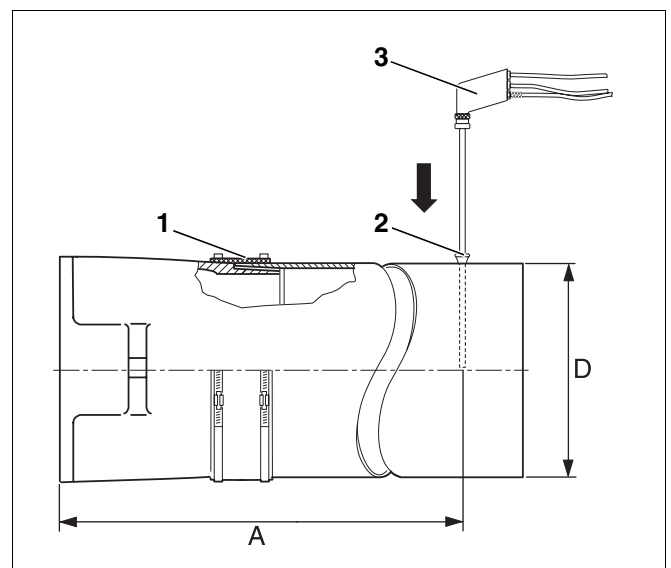

Abb. 17 Messwerte aufnehmen
Die Messungen erfolgen grundsätzlich im Abgasrohr. Die Messöffnung (Muffe; Abb. 17, **Pos. 2**) sollte im Abstand „A“ (ca. $2 \times$ Durchmesser Abgasrohr „D“) vom Abgasstutzen angebracht werden (Abb. 17). Wenn die Abgasanlage unmittelbar nach dem Heizkessel mit einem Bogen angeschlossen ist, muss vor dem Bogen gemessen werden.
Wir empfehlen Ihnen eine Abgasrohr-Abdichtmanschette (Abb. 17, **Pos. 1**) zu verwenden.
- Messsonde (Abb. 17, **Pos. 3**) bis in den Kernstrom (Mitte Abgasrohr) des Abgases eintauchen (höchste Abgastemperatur).